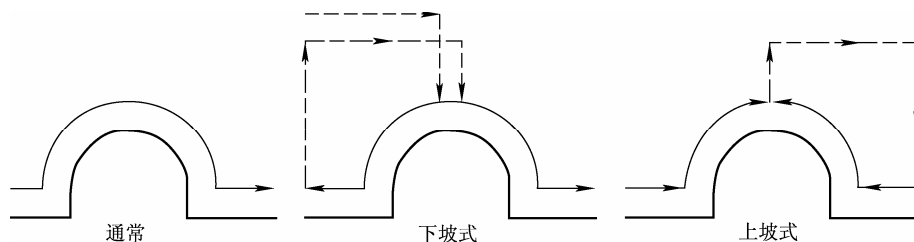

图 7-88 加工方法
- 【加工方法】：加工方式的设定有以下三种选择，如图 7-88 所示。